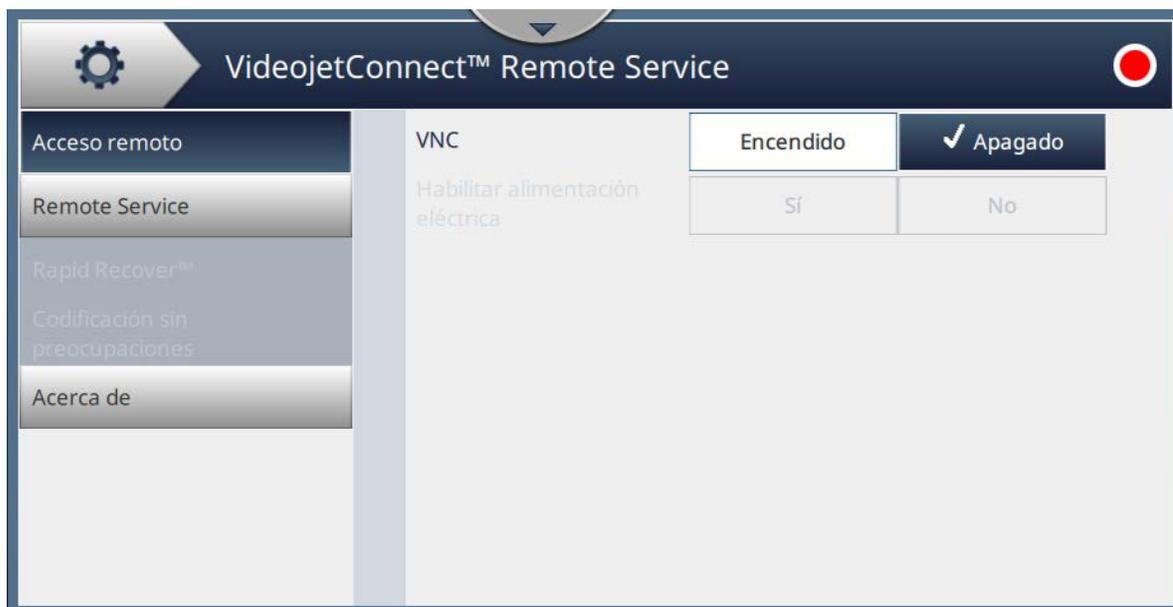

Figura 6-26: Pantalla VideojetConnect™ Remote Service
1. Pulse el botón  de la pantalla Herramientas. Se abrirá la pantalla VideojetConnect™ Remote Service, como se muestra en la Figura 6-26.